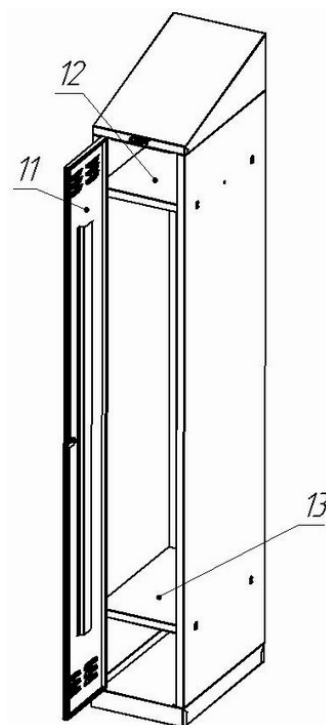

Рис.6
4.5 Установите дверь 11. Затяните все винты 10. Установите полки: сверху полку с вешалкой 12, снизу полку без вешалки 13 (рис. 6).